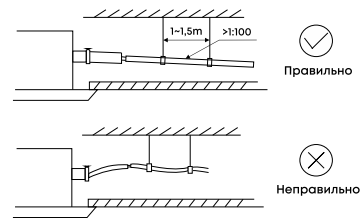

Рис. 53.
- Устройство оснащено сливным насосом (дренажная помпа), который поднимает воду до 1200 мм. Однако после остановки насоса вода, оставшаяся в трубе, будет стекать обратно и может переполнить сливной поддон, что приведет к утечке воды. По этой причине, пожалуйста, установите сливную трубку, как показано на рис. 53.